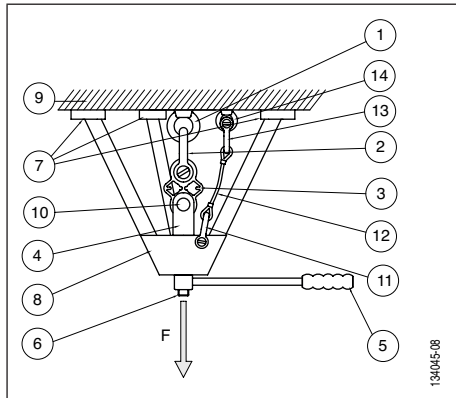
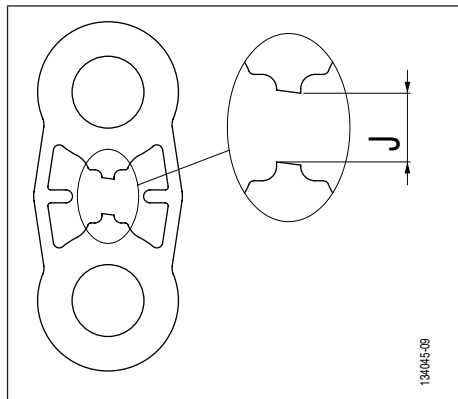

Fig. 6
Fig. 7
- 1 aparato de puesta en carga de accionamiento manual de tipo tripode (ver la Fig. 6, página 38, capítulo 4.2. Esquema),
- 1 dispositivo de seguridad para la retención del dispositivo de puesta en carga, en caso de rotura del punto de anclaje a probar, que incluye (ver la Fig. 6, página 38):
- 1 eslinga de seguridad de longitud apropiada (ver la Fig. 6, página 38, capítulos 4.2. Esquema y 4.3. Verificaciones antes de la instalación),
! PELIGRO: Para probar un punto de anclaje mediante la placa de prueba TA, el operador debe imperativamente utilizar un aparato de puesta en carga de tipo trípode de accionamiento manual que habrá sido estudiado y dimensionado específicamente para poder ser utilizado para la puesta bajo carga de tracción sin riesgo del punto de anclaje a probar (Fig. 6) o cualquier otro aparato de puesta bajo carga de tracción de la placa de prueba TA estudiado y dimensionado especialmente para ser utilizado con total seguridad.
El conjunto de las verificaciones antes de la instalación descritas a continuación hace referencia a la Fig. 6.
El conjunto del procedimiento descrito a continuación hace referencia a la Fig. 6.
⚠ PELIGRO: El juego 'J' máximo (Fig. 7, juego J) no debe rebasar 15 mm.
1. Aumentar progresivamente la carga actuando en el aparato de puesta en carga (Fig. 6, página 38, ítem 8). El operador deberá imperativamente mirar permanentemente la placa a fin de poder detener la puesta en carga justo después de la rotura de la sección 'S' de la placa (Fig. 7).
2. En el momento de la rotura de la sección indicadora 'S' de la placa de prueba TA (Fig. 7), el operador debe detener inmediatamente su acción el aparato de puesta en carga, de lo contrario se corre el riesgo de romper totalmente la placa.
El conjunto del procedimiento descrito a continuación hace referencia a la Fig. 6, página 5.
8. Continuar la puesta en carga de la placa de prueba TA después de la rotura de la sección indicadora 'S' (cf. capítulo 5.2. *Procedimiento de implementación de la prueba de tracción*, Fig. 7, página 40).